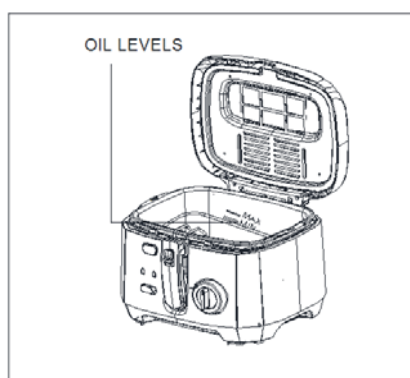

FIG.9
2. Ulijte između 2-2.5 litara ulja u fritezu. Nivo ulja mora biti između oznaka MAX i MIN označenih na površini lonca. (FIG.9)